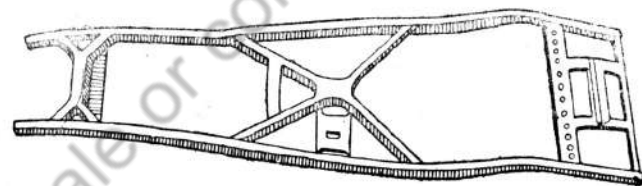

Рис. 62. Рама с Х-образной поперечиной
**Рама** автомобиля М-1 по сравнению с моделью ГАЗ-А, совершенно новой конструкции. Прочность и жесткость рамы увеличены. Жесткость рамы достигнута применением лонжеронов высокого профиля (150 мм в средней части). В передней части лонжеронов поставлены усилительные вставки, образующие замкнутый коробчатый профиль; в средней части лонжероны связаны очень жесткой Х-образной крестовиной (рис. 62), а сзади двумя поперечинами, которые, в свою очередь, связаны двумя продольными балочками. Кроме того в средней части имеется еще одна короткая поперечина для крепления коробки передач. Эта поперечина еще более связывает Х-образную поперечину рамы.